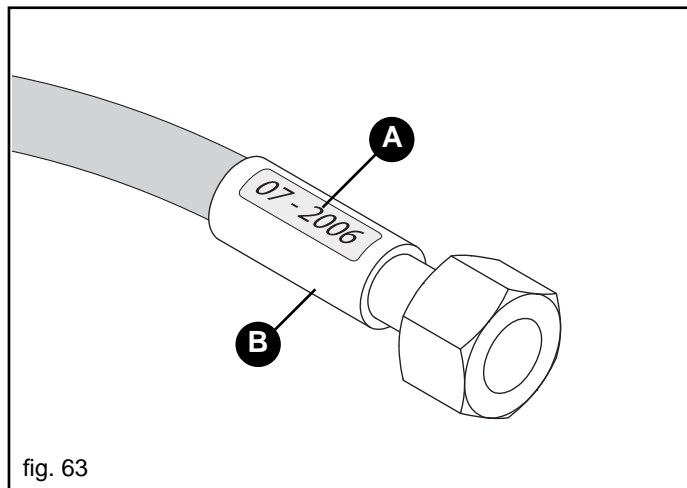

fig. 63
- La durée de vie des tuyaux oléodynamiques ne peut dépasser 5 ans, même s'ils ne sont pas utilisés (usure naturelle). La Figure 63 (A) donne un exemple de l'année de production des tuyaux oléodynamiques.
- pertes autour de l'armature du tuyau (B, Fig. 63).
- corrosion de l'armature (B, Fig. 63);
- échéance de 5 ans à compter de la production (A, Fig. 63).